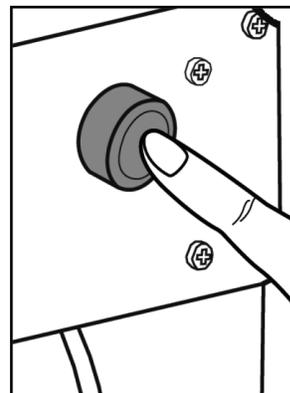

Рис. 13
10. Включите мойку, нажав на кнопку выключателя (рис. 13). Нажмите на курок пистолета и дождитесь, пока из распылительной насадки пистолета пойдет неразрывная струя воды. Отпустите курок пистолета. Мойка наберет максимальное давление и отключится. Мойка готова к работе.